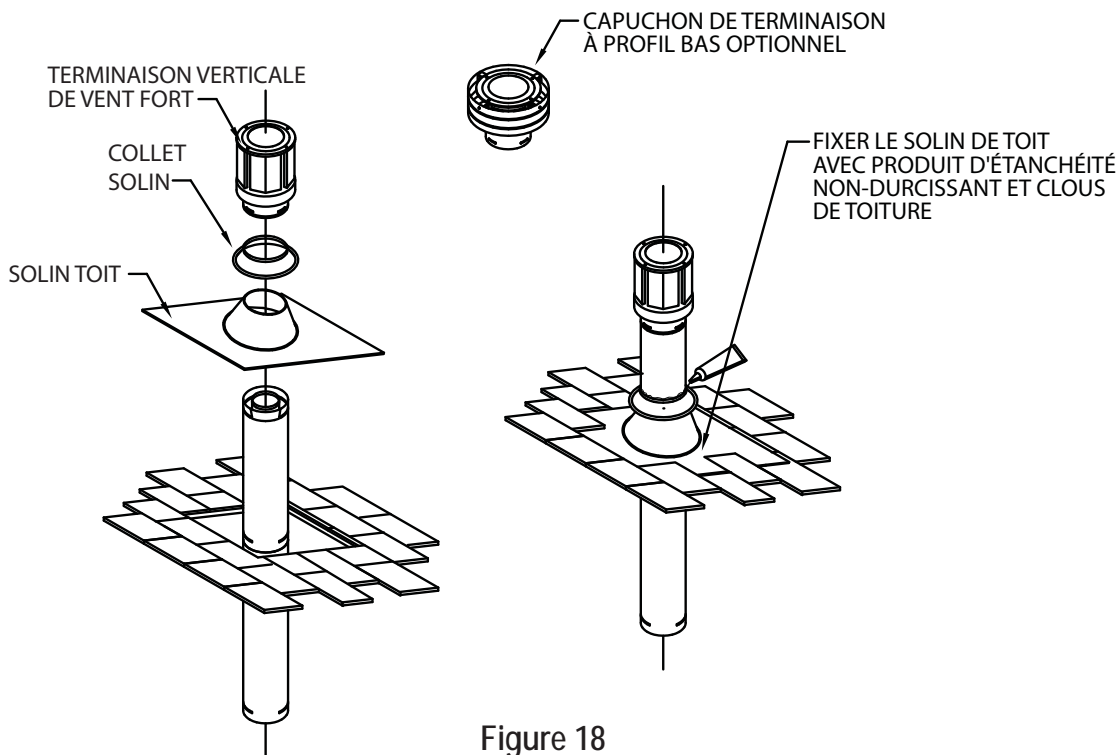

Figure 18
Étape 7. Glisser le solin de toit sur la section de tuyau sortant du toit. Utiliser un produit d'étanchéité non durcissant entre le solin et la toiture pour empêcher les fuites d'eau. Fixer la base du solin au toit avec des clous à toiture. Veiller à ce que le matériau de revêtement du toit recouvre le bord supérieur du solin (**Fig. 18**). Vérifier que vous avez au moins l'espacement minimal aux matières combustibles sur le toit et dans le grenier.
Étape 9. Glisser la mitre le long du tuyau et la pousser vers le bas contre le dessus de solin de toit (**Fig. 18**). Utiliser un produit d'étanchéité non durcissant entre la mitre et la section de tuyau.